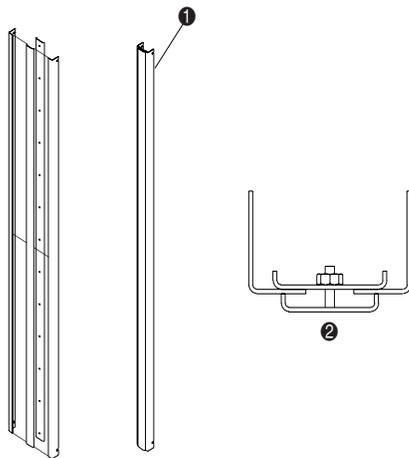

Abbildung 2-14. Montieren des vorderen Verkleidungsprofils
2. Bauen Sie die vier Teile der vorderen Verkleidung wie in Abbildung 2-14 dargestellt lose zusammen. Ziehen Sie die Muttern noch nicht fest.